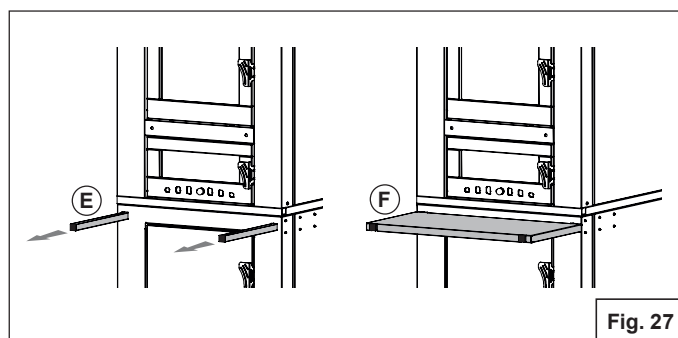

Fig. 27
Il piano lavoro è removibile. Per il posizionamento è sufficiente estrarre i due manici (E) presenti sul carrello e appoggiare il piano (F), facendo combaciare gli appositi scassi (Fig.27).